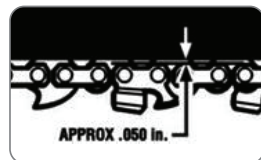

Abb. 5
- Während des normalen Betriebs wird die Temperatur der Kette ansteigen. Die Treibglieder einer korrekt gespannten warmen Kette werden etwa 2 mm aus der Schienennut hängen (siehe Abb. 5).